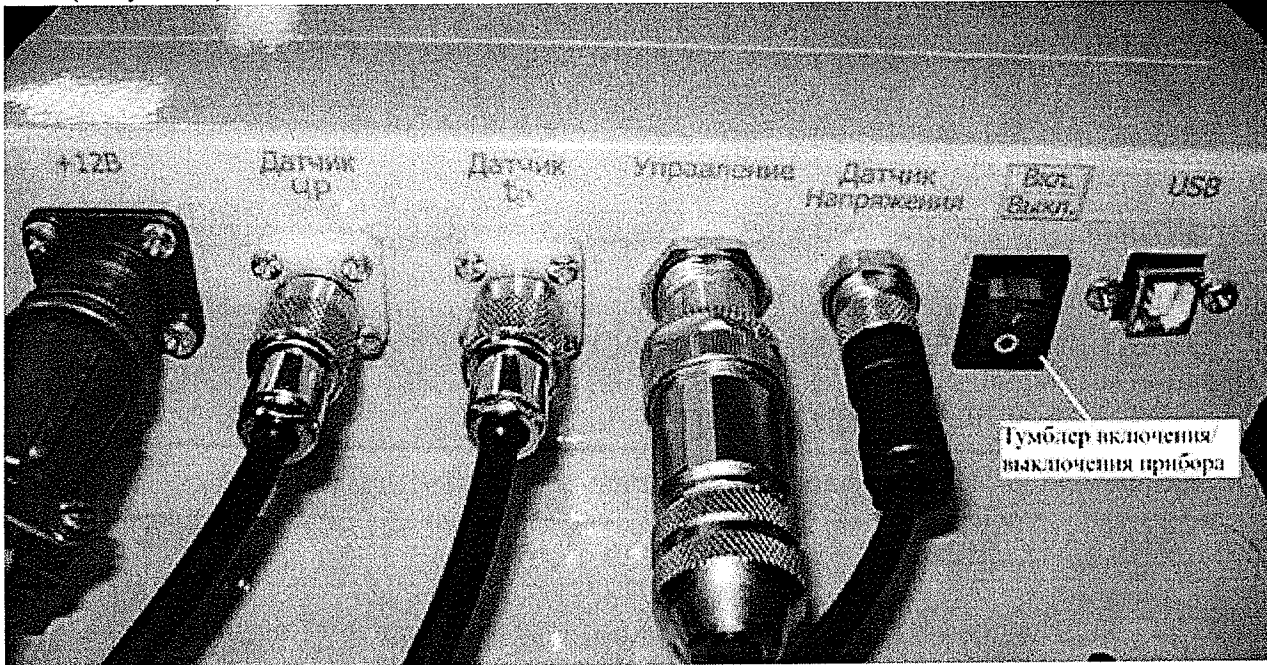

Рисунок 2 – Разъемы на блоке обработки данных системы серии «CPDA» для подключения внешних цепей
7.2.2 Включите систему, для этого используйте выключатель на корпусе блока обработки данных (Рисунок 2).
7.3.1 Включите систему, для этого используйте выключатель на корпусе блока обработки (см. Рисунок 2).
7.4.6 Включите систему, для этого используйте выключатель на корпусе блока обработки данных (см. Рисунок 2).